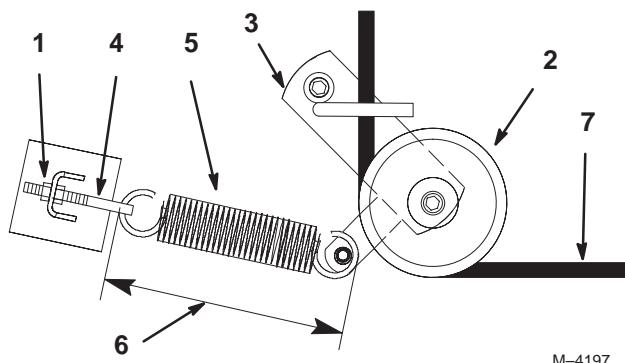

Figure 70
- Desserrez l'écrou extérieur sur le boulon à œil du ressort (Fig. 70).
- Déposez la poulie de tension rappelée par ressort (Fig. 70).
- Faites passer la courroie neuve dans le bras de renvoi (Fig. 70).
- Resserrez l'écrou extérieur sur le boulon à œil du ressort (Fig. 70).
Remarque : Vérifiez la longueur du ressort. Il doit mesurer 238 mm ± 3 mm. Procédez à un réglage si la longueur n'est pas correcte (Fig. 70).